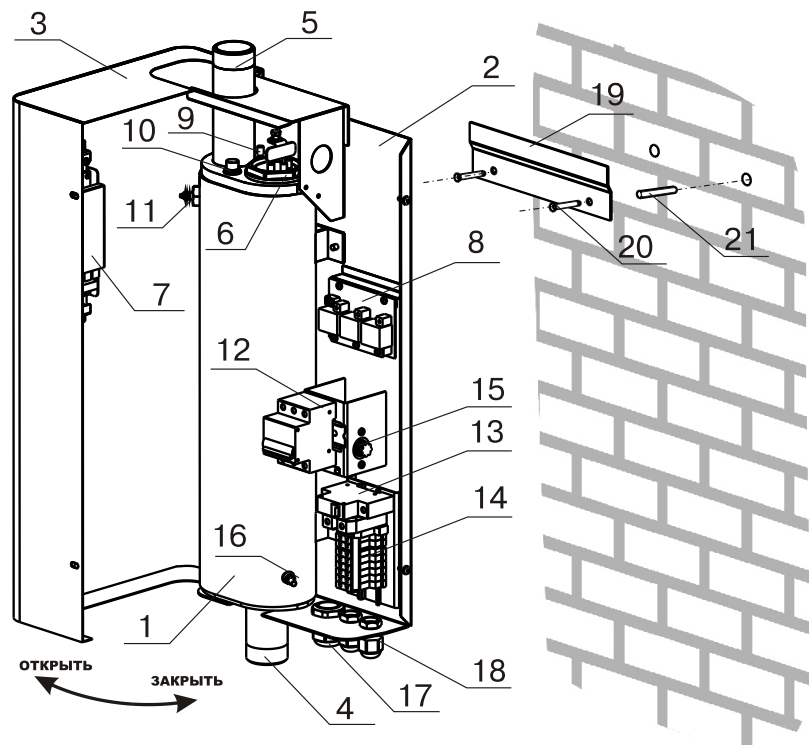

Рис.1 Конструкция электроводонагревателя и способ его крепления к стене
5.1. Электроводонагреватель (Рис.1) состоит из корпуса (1) сварной конструкции с фланцами, патрубком входа воды (4) и патрубком выхода воды (5), имеющих резьбу G1 1/2-В. В верхней части корпуса установлен блок нагревательных элементов(6), датчик температуры воды(9), датчик перегрева(10) и датчик уровня воды(11). Корпус установлен на основании(2). Защитный кожух (3) выполнен из стального листа и служит для защиты обслуживающего персонала от ожогов и поражения электрическим током. Кожух подвешен на основании при помощи механизма, который позволяет не снимая кожух с
электроводонагревателя, открывать и закрывать его в направлении, указанном на Рис.1. При необходимости кожух можно легко снять с основания. Для этого необходимо отсоединить два разъема от блока управления (7), установленного на передней стенке кожуха (3), и приподнять кожух до разъединения его с основанием. Установка кожуха производится в обратном порядке. В закрытом состоянии кожух фиксируется на основании с помощью четырех винтов.
5.2. Для ввода и закрепления силового питающего кабеля предназначен кабельный ввод (17), для ввода кабелей от насоса, датчиков температуры воздуха и внешнего термостата предназначены кабельные вводы (18). Для присоединения циркуляционного насоса, датчика температуры воздуха в помещении и на улице, внешнего термостата имеются колодки (14). Циркуляционный насос подключен к питающей сети через автоматический выключатель (13).
- Закрепить кронштейн крепления на вертикальной поверхности в необходимом месте с помощью шурупов, входящих в комплект и установить на него водонагреватель как показано на Рис.1;
- Открыть кожух (3) как показано на Рис.1, предварительно выкрутив четыре винта крепления кожуха;
• Закрывать кожух (3) как показано на Рис.1 и закрутить винты крепления.